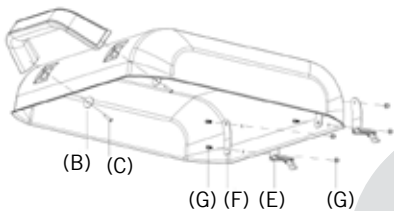

Abb. 10
11. Entfernen Sie die beiden Schrauben ST 4 x 14 (C) und die Unterlegscheiben (B) vom Griff. Legen Sie jeweils eine Unterlegscheibe an die Innenseiten des Gehäuses über die Bohrlöcher für die Griffmontage, setzen Sie die beiden Schrauben ein und drehen Sie die Schrauben fest. Verwenden Sie anschließend zwei Schrauben M 4 x 8 (G) und schieben Sie diese durch die Scharnier-Montageplatten (F). Halten Sie die Montageplatte an der Wind- und Spritzschuttlinnenseite fest und führen Sie die Schraube durch die jeweilige Öffnung und das Scharnier (E) wie in Abb. 10 gezeigt. Sichern Sie die Schrauben mit den zugehörigen Hutmuttern.